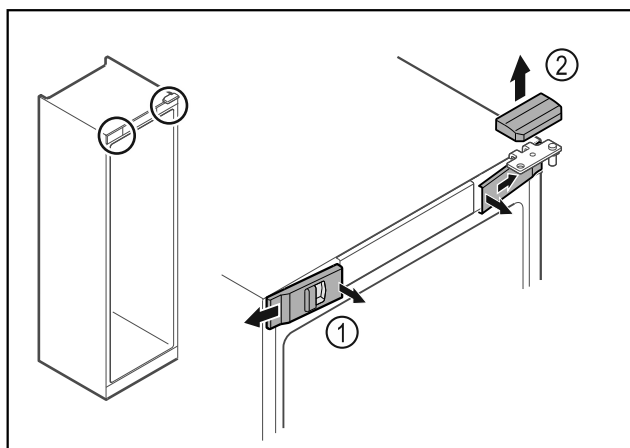

Fig. 6
► Uvolněte uvnitř přední kryty Fig. 6 (1) a sejměte je stranou.
► Horní kryt Fig. 6 (2) odeberte směrem nahoru.